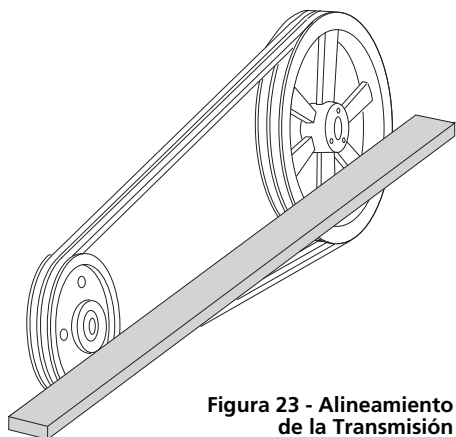

Figura 23 - Alineamiento de la Transmisión
3. Compruebe la alineación usando una regla en las dos roldanas como se muestra (consulte la Figura 23).